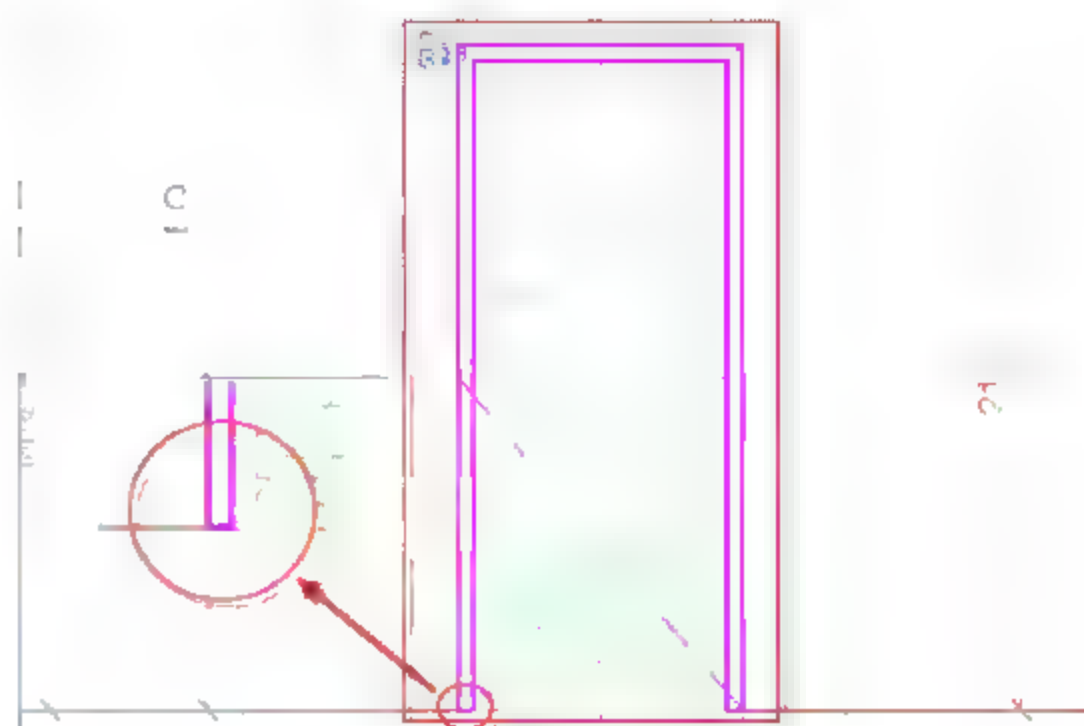

图 6.1.10 绘制门框
(9) 绘制门框。选择“创建”→“拉伸”命令，进入“修改|编辑拉伸”界面，用菜单中的绘制工具将门框绘制完成，如图 6.1.10 所示。绘制完成后，单击√按钮完成绘制。